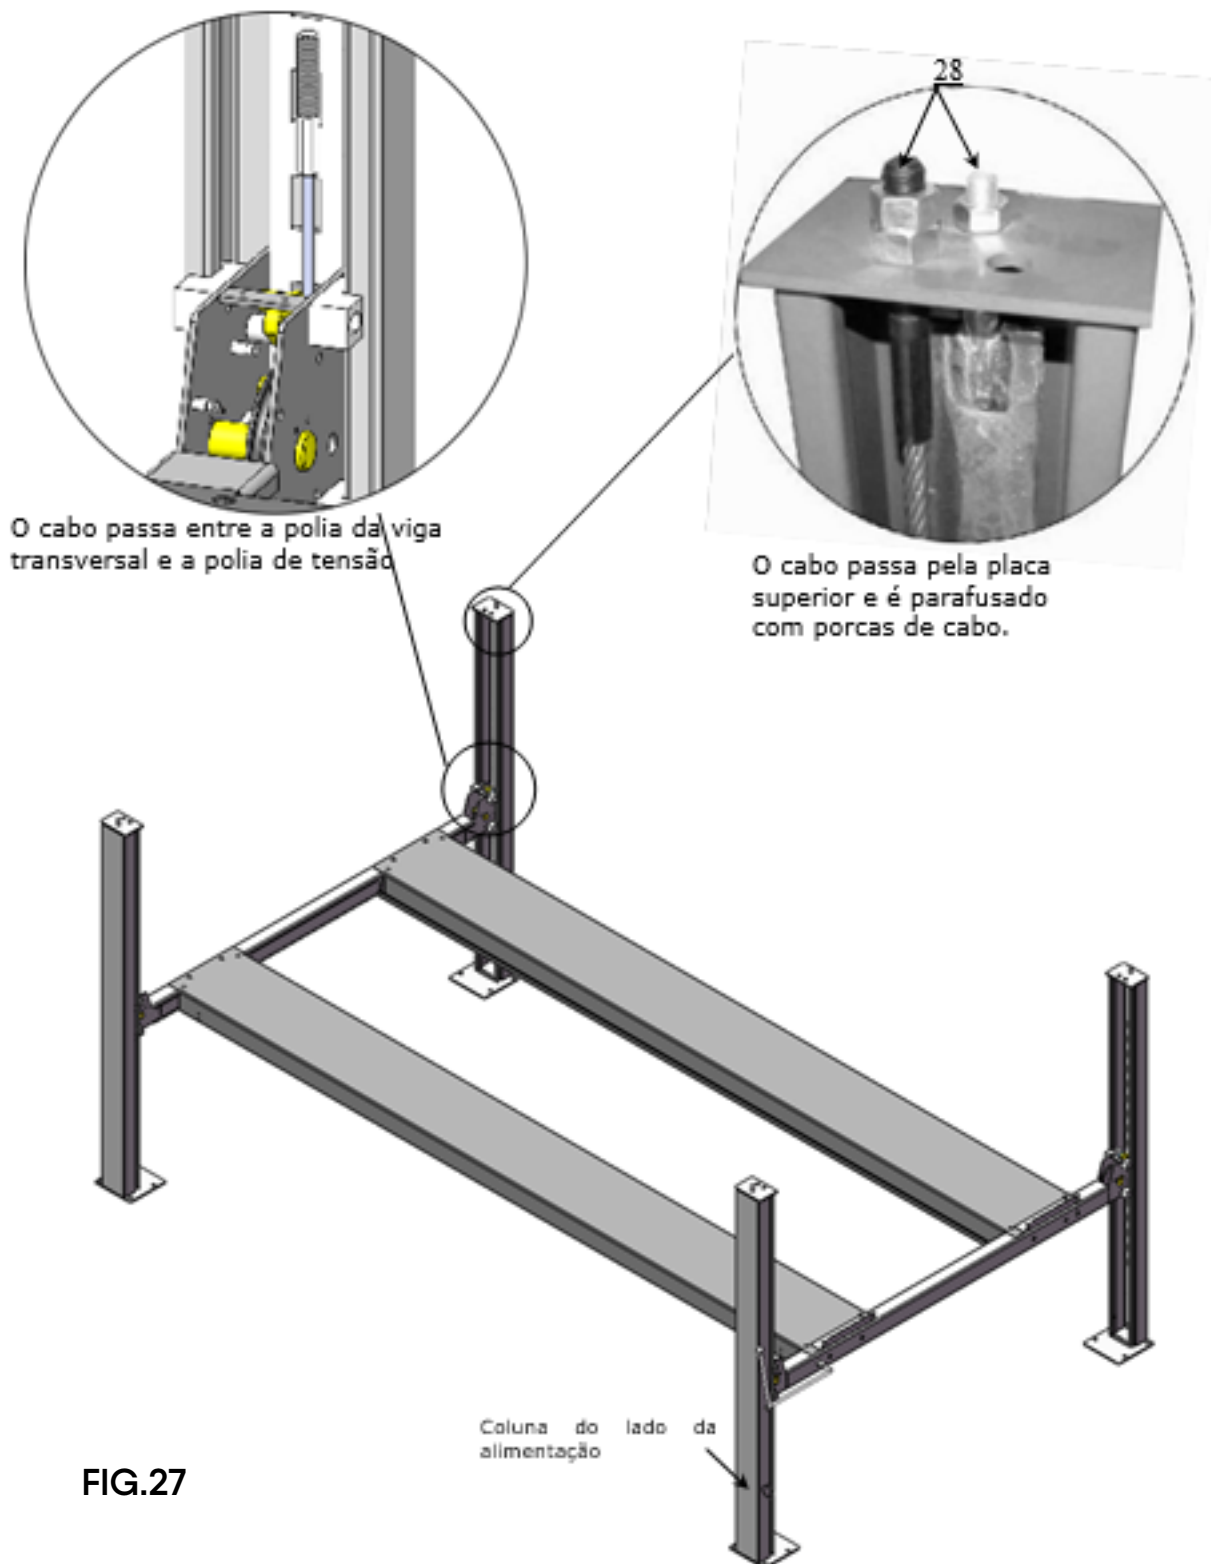

FIG.27
2. Passe os cabos através da viga transversal para a placa superior das colunas se aparafuse com as porcas do cabo. Ver Fig. 27.